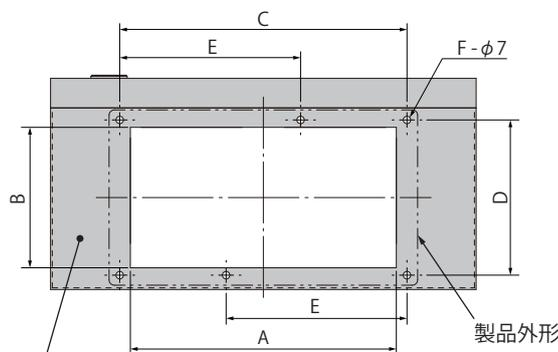

図2
1. 下記の表に従い、キャビネットに穴加工をしてください。(図2)